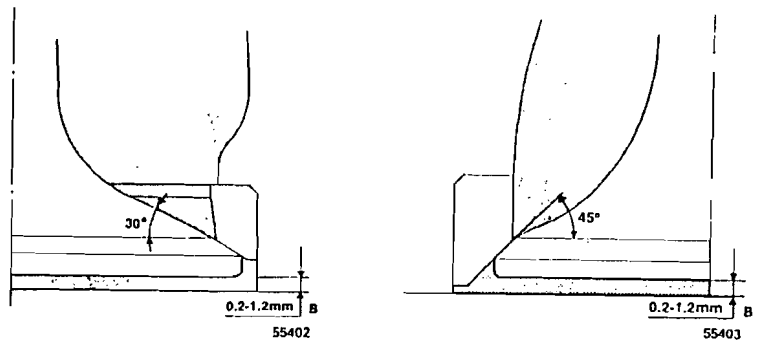

Fig. 71
- 3 Esmerilar el nuevo asiento de forma que la distancia entre el plano de la culata y la superficie superior de la válvula (B) sea de 0,2-1,2 mm, véase la fig. 71. El ángulo debe controlarse con un calibre para asientos de válvula una vez el asiento de la válvula se halla untado con una ligera capa de pintura para marcar.